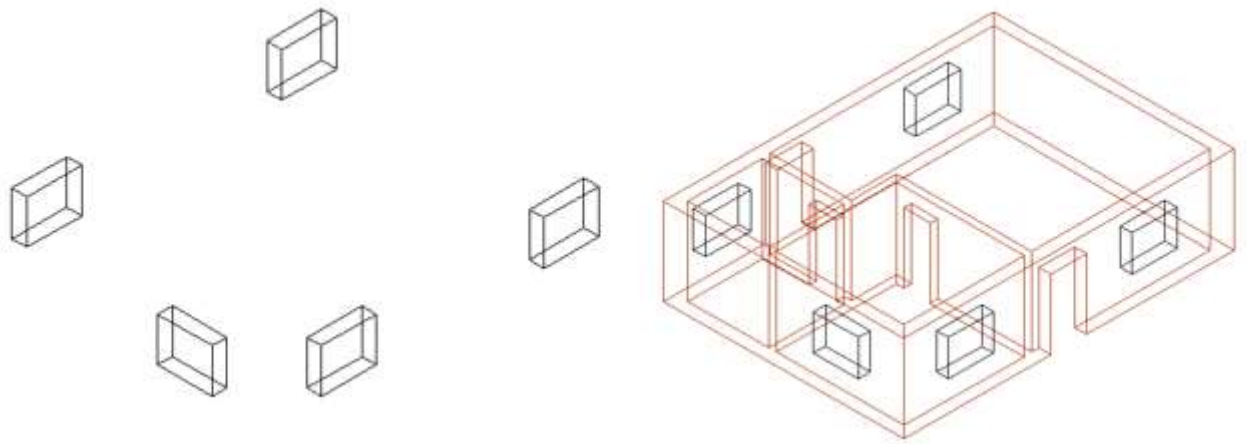

Рис. 15 Твердые тела окон встроенные на плане дома.
3. Сделайте еще 4 копии этого окна и с помощью команды *Перенести* расположите их на ваше усмотрение в доме. Например, как показано на Рис. 15 (Вверх окна подняты на 1130 мм):